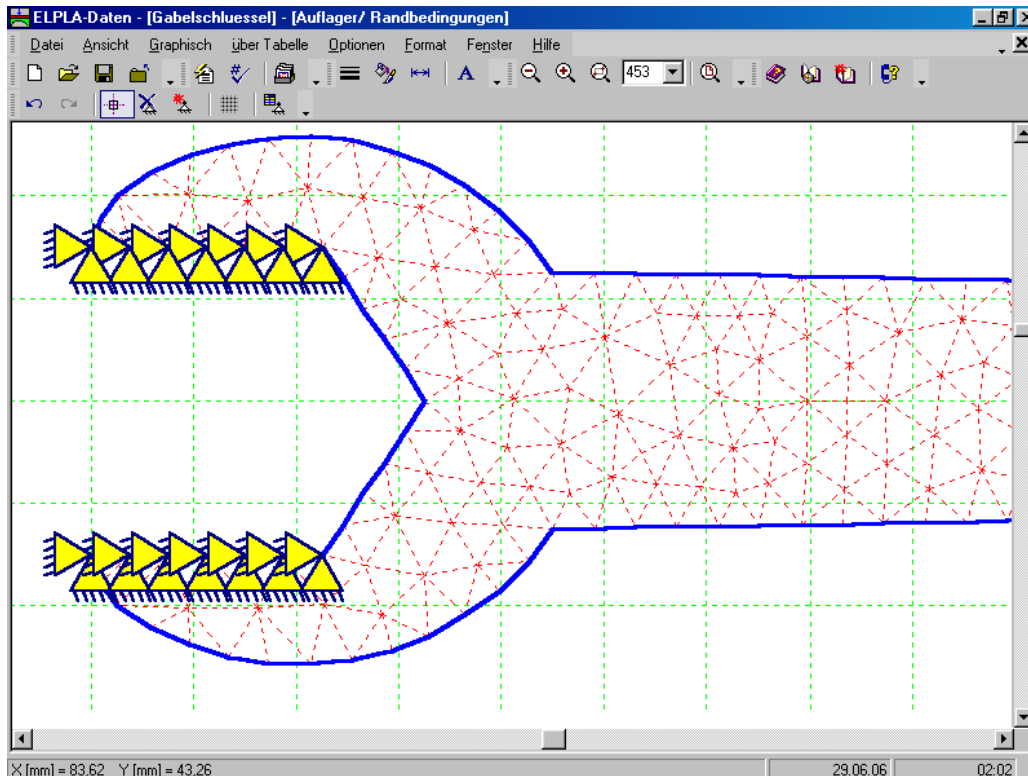

Bild 5-22 Auflager auf dem Bildschirm
Nach Beenden der Definition der Auflager sollte der Bildschirm wie das Bild 5-22 aussehen.
- Wählen Sie "Auflager/ Randbedingungen speichern" aus dem "Datei"-Menü (Bild 5-22), um die Daten der Auflager zu speichern